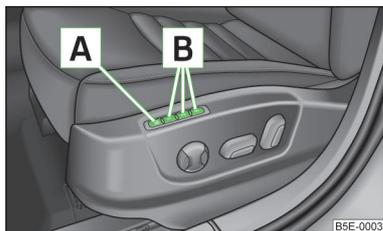

Abb. 50
Die Memory-Funktion für den Fahrersitz bietet die Möglichkeit, die Fahrersitz- und Außenspiegelposition zu speichern. Jeder der drei Speichertasten » Abb. 50 kann eine Einstellposition zugeordnet werden.
- › Die Taste » Abb. 50 drücken.
- › Die gewünschte Speichertaste » Abb. 50 drücken.
- › **Kurz** die gewünschte Speichertaste » Abb. 50 bei ausgeschalteter Zündung und geöffneter Fahrertür drücken.
- › Eine beliebige Speichertaste » Abb. 50 auf Seite 68 drücken und gedrückt halten. Nachdem der Sitz die unter der betreffenden Taste gespeicherte Position eingenommen hat, gleichzeitig die Taste auf dem Funkschlüssel innerhalb von 10 Sekunden drücken.
- » Die **SET**-Taste **A** » Abb. 50 auf Seite 68 drücken und gedrückt halten. Gleichzeitig die Taste **B** auf dem Funkschlüssel innerhalb von 10 Sekunden drücken.